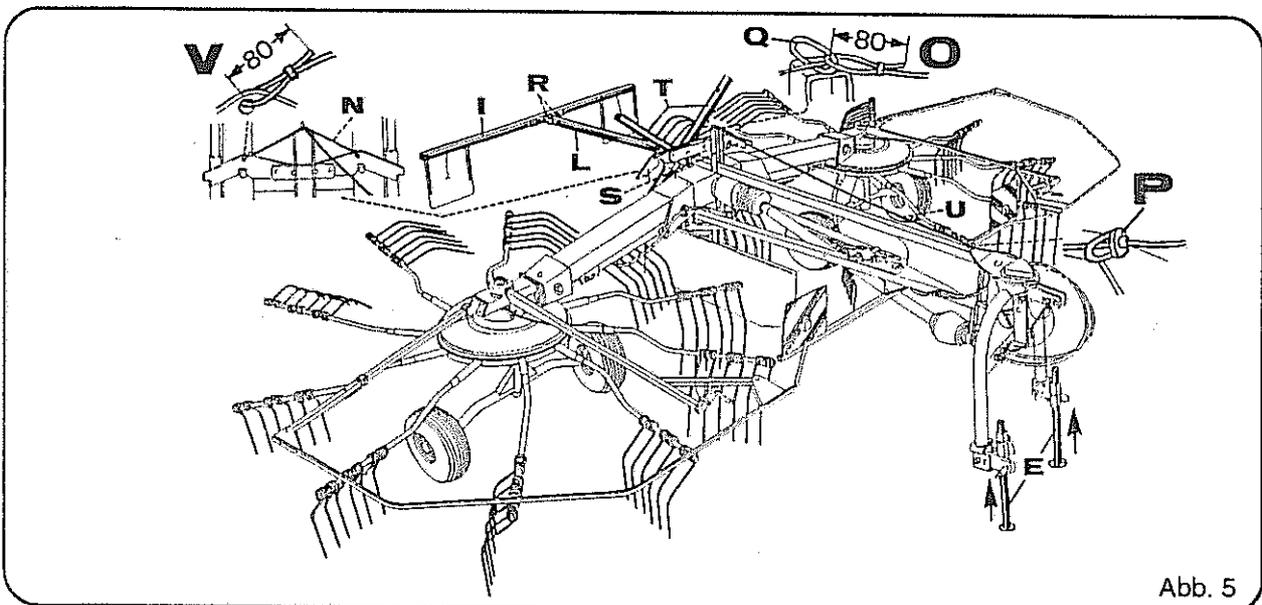

Abb. 5
- Vordere Abstellstützen nach oben schieben (Abb. 5, Pos. E) und mit Rohrklappstecker sichern.
- Stützenhalter (Abb. 5, Pos. L) mit den 3 Bolzen  $\varnothing 25 \times 120$  und 6 Spannstiften  $6 \times 40$  an den Hauptrahmen montieren.
- Wartafelhalter (Abb. 5, Pos. I) mit den Laschen nach unten zeigend mit 2 Schrauben M 10 x 65, 4 Scheiben  $11/34 \times 3$  und 2 Muttern M 10 an Stützenhalter (Abb. 5, Pos. L) montieren.
- Hintere Abstellstützen (Abb. 5, Pos. T) von unten in die Führungen einschieben und in der untersten Stellung abstecken und sichern.
- Das kurze Seil (Abb. 5, Pos. N) durch die Öse der Zugklammer (Abb. 5, Pos. Q) ziehen und an beiden Klinken mit Ringschellen nach Einzelheit "V" befestigen.
- Das lange Zugseil (Abb. 5, Pos. U) an die Öse der Zugklammer (Abb. 5, Pos. Q) nach Einzelheit "O" mit Ringschelle anbringen.